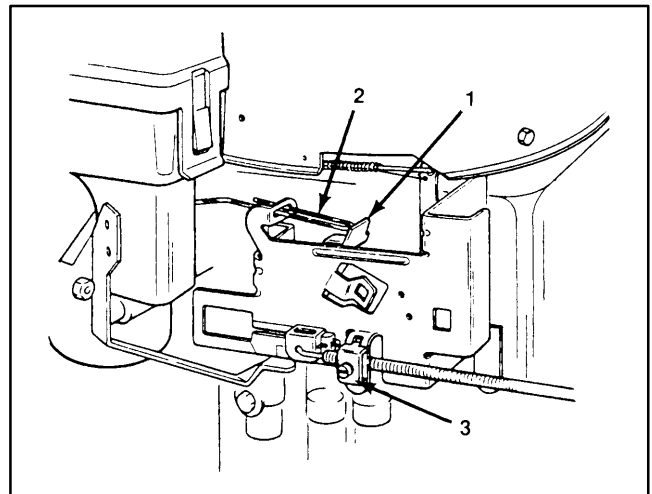

Abbildung 18
2. Der Gashebel sollte soeben mit der Chokeverbindung Kontakt nehmen (Abb. 18); wenn sich diese Teile nicht in der angegebenen Lage befinden, wird eine Einstellung erforderlich.
B. Die Drosselkabelklemme (Abb. 18) lösen und das Bowdenzugäußere und den Draht soweit bewegen, bis der Drosselhebel die Chokeverbindung berührt.